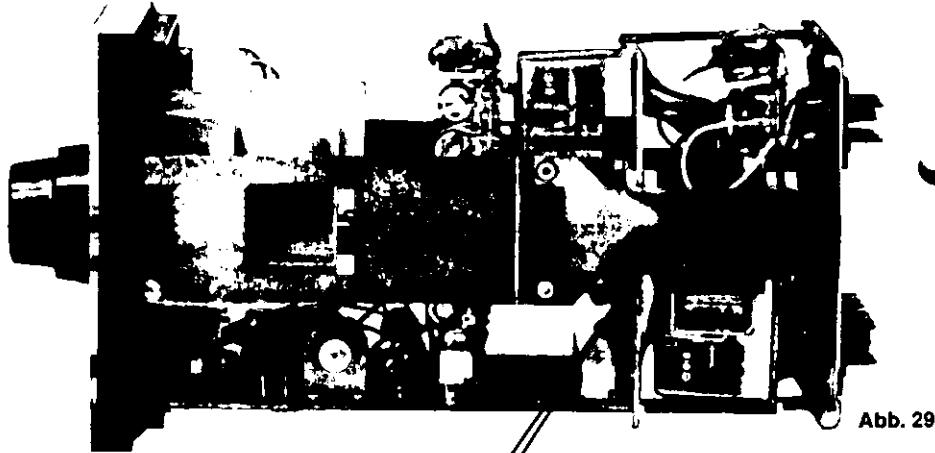

Abb. 29
❷ Die Schaltsockel S1 bzw. S2 in die gewünschte Stellung „O“ = Öffner, „S“ = Schließer bringen (Abb. 29 und Abb. 30).